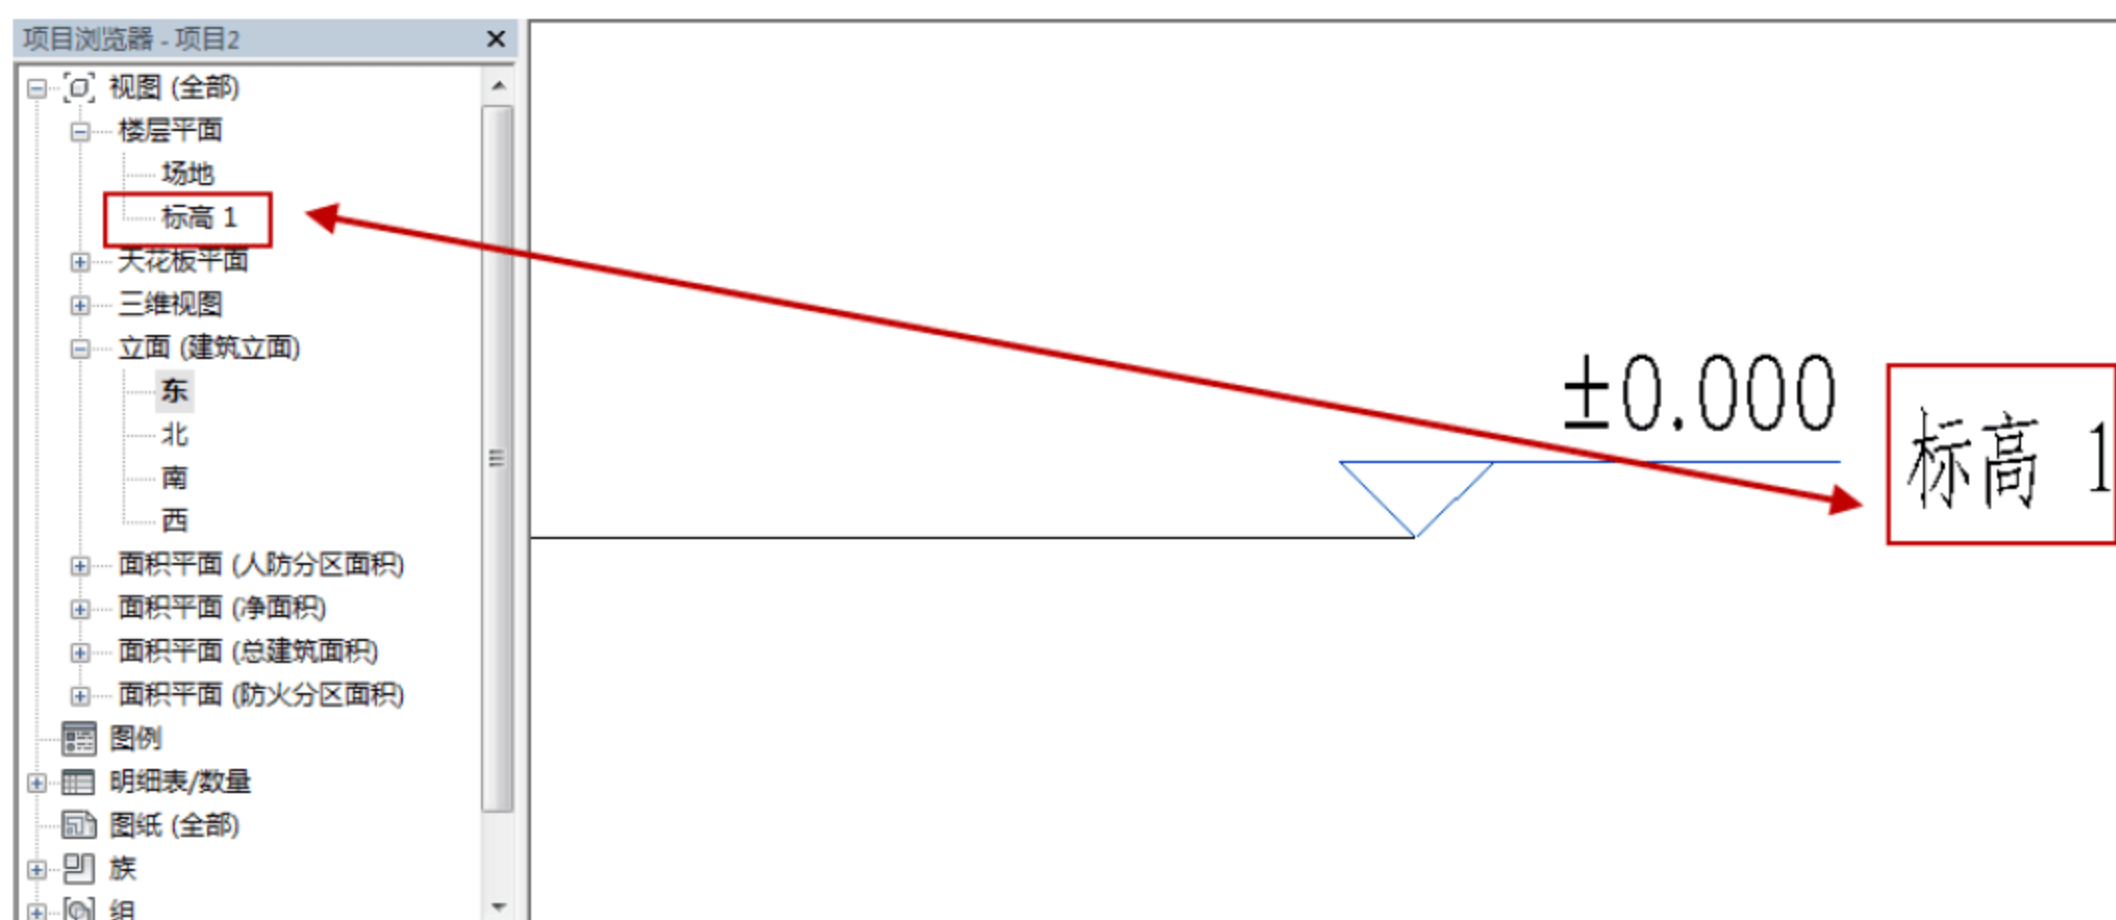

图 1.2.15 删除多余标高
(2) 删除不需要的标高。选择除“±0.000 标高 1”以外的所有标高，按 Delete 键，将其删除。删除后，可以观察到，“标高 1”与项目浏览器中的楼层平面视图“标高 1”相对应，如图 1.2.15 所示。